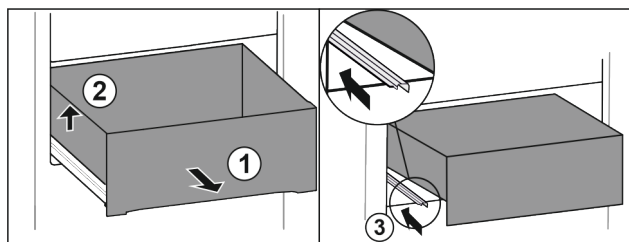

Fig. 23
- ▶ Schubfach bis zum Anschlag herausziehen. Fig. 23 (1)
- ▶ Schubfach links anheben. Fig. 23 (2)
- ▶ Linke Schiene einschieben. Fig. 23 (3)